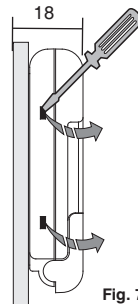

Fig. 7
- Per rimuovere il cronotermostato dalla base, fare leva con un piccolo cacciavite in corrispondenza dei dentini di fissaggio (fig. 7).